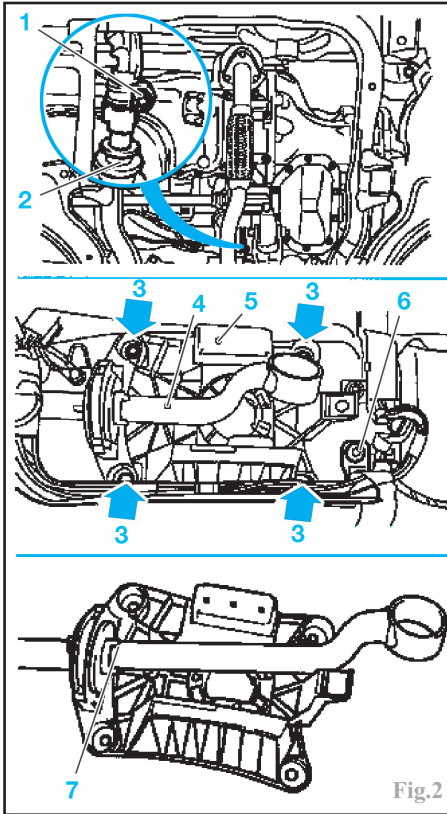

Fig.2
Déposer la vis (1) de serrage de la tringle (4) de la commande de vitesses (Fig.2).
Dégager le faisceau électrique du goujon arrière (6) du boîtier de levier de vitesses (Fig.2).
- Veiller au bon positionnement de l'ergot (7) de la douille de guidage (Fig.2).
Dévisser la vis du collier de serrage de l'axe de commande (1) (Fig.2), ne pas la déposer.